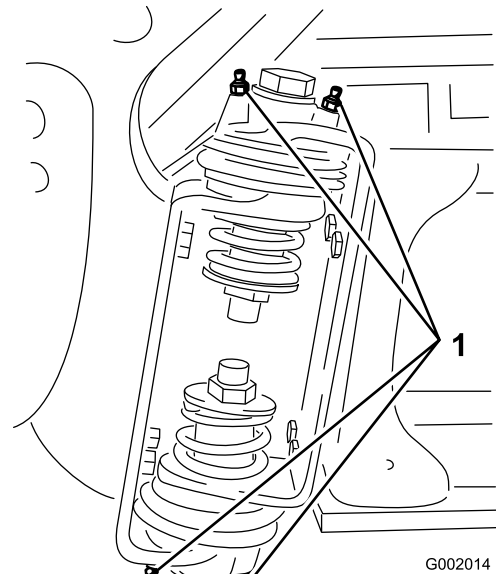

Bild 44
2. Pressen Sie Fett in die Lager oder Büchsen jedes Anschlussstückes Bild 44.